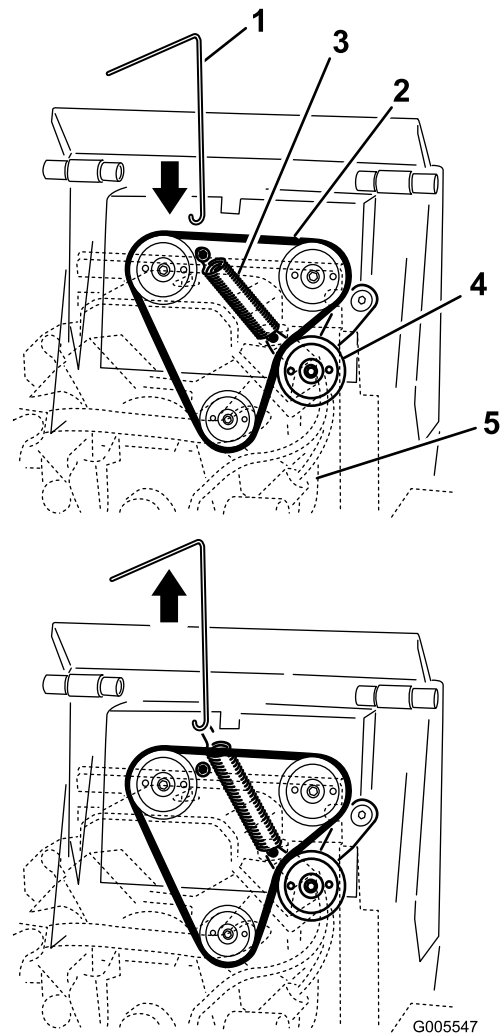

Figura 50
3. Conecte el gancho de la Herramienta para la Retirada de Muelles al gancho del muelle de la polea tensora, y desenganche el muelle del espárrago según se muestra en Figura 50.